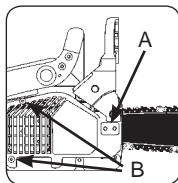
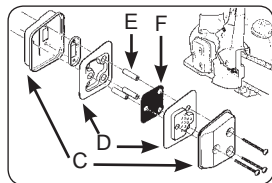

Fig. 20A
Fig. 20B
1. Dévissez les deux écrous (A), dévissez un peu les deux boulons (B), fixant le couvercle du frein de chaîne (Fig. 20A).
3. Séparez l'une de l'autre les deux moitiés du silencieux (C). Enlevez les deux silencieux en métal (D) et les douilles d'écartement (E).
4. Jetez le pare-étincelles utilisé (F) et mettez à sa place un neuf (Fig. 20B).